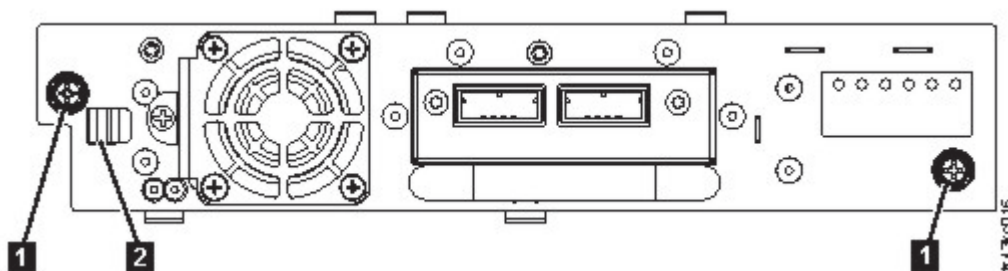

Figura 62. Desbloqueo de la unidad
- Afloje los tornillos cautivos azules (**1** en Figura 62) en la unidad de cintas. Pulse la palanca de bloqueo (**2** Figura 62) hacia la derecha y tire hacia del manejador de la unidad de cintas mientras la parte inferior de la unidad se apoya para retirarla de la unidad.